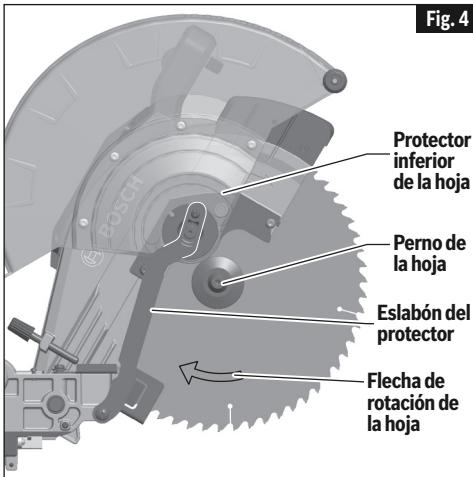

Fig. 4
- Rote el protector inferior de la hoja hasta que haya acceso despejado al perno de la hoja (Fig. 4).
- Maneje cuidadosamente la hoja nueva. Asegúrese de que la flecha de rotación ubicada en la hoja coincida con la flecha de rotación ubicada en el protector inferior. Deslice la hoja hacia arriba, entre los lados del deflector de virutas y por el eje portaherramienta. Mueva la hoja de manera que su agujero para eje portaherramienta vaya alrededor del anillo de soporte de la arandela interior (vea las Fig. 4 y 5).